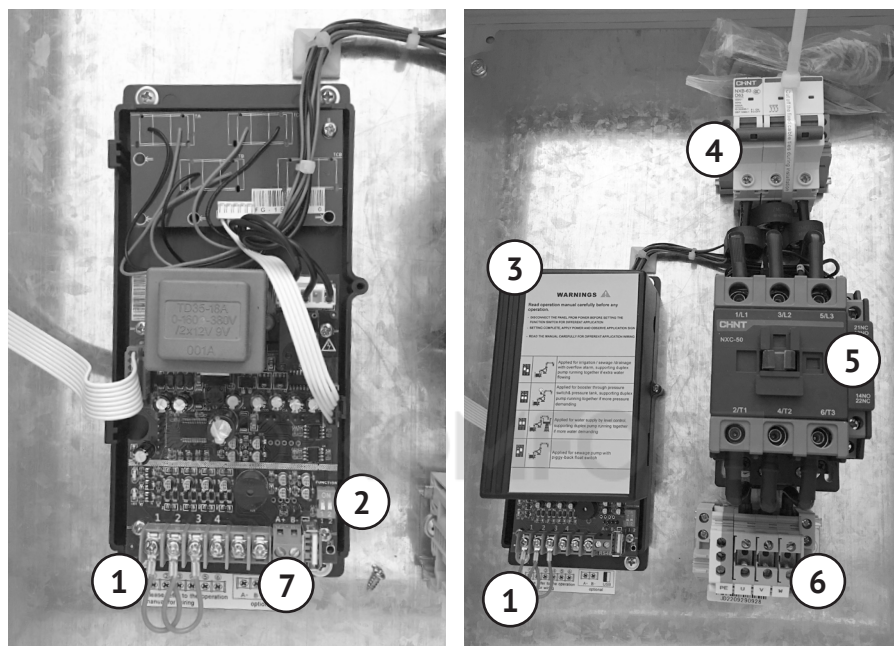

Рис. 2
Блок контрольных устройств (далее – «БКУ», см. рис. 2, 4) служит для подключения датчиков уровня (далее – «ДУ»), поплавкового выключателя (далее – «ПВ») и/или реле давления (далее – «РД»).
- Подключите ДУ или ПВ (в комплект не входит) к контактам БКУ (см. рис. 2) согласно схемам на рис. 5.
- Установите перемычку в контактах ①, ② и ③ БКУ (входит в комплект, закреплена в контактах БКУ) для защиты насоса от работы без воды (в режиме «сухого хода»). Данное решение позволяет использовать защиту насоса от «сухого хода» по току.